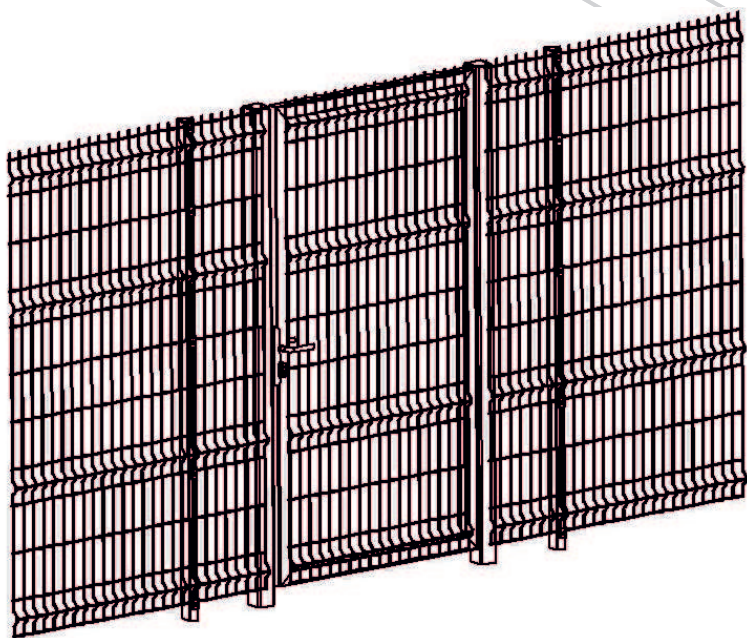

рис.15
1. Без крепления панелей ограждения к столбам калитки (монтаж выполняется согласно выше приведенной инструкции см. рис.15)